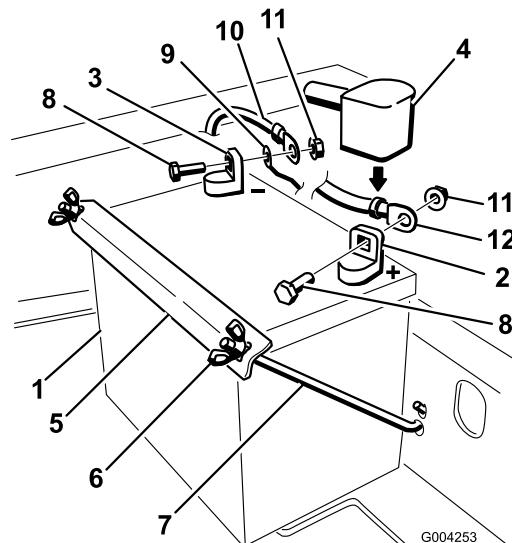

Bild 38
4. Klemmen Sie zunächst das Minuskabel und den Erdungsdrat vom Minuspol (-) der Batterie ab (Bild 38).
5. Ziehen Sie die rote Polkappe vom (roten) Pluspol der Batterie ab. Ziehen Sie dann das positive (rote) Batteriekabel ab (Bild 38).
6. Nehmen Sie beide Flügelmuttern ab (1/4 Zoll), mit denen die Batterieklemme befestigt ist (Bild 38).
1. Setzen Sie die Batterie in das Batteriefach ein, die Pole sollten zum Motor zeigen (Bild 38).
- Befestigen Sie die Kabel mit zwei Schrauben (1/4 x 3/4 Zoll), 2 Scheiben (1/4 Zoll) und 2 Sicherungsmuttern (1/4 Zoll) (Bild 38).
- Befestigen Sie die Batterie mit J-Schrauben, einer Befestigungsklemme und 2 Scheiben (1/4 Zoll) und 2 Flügelmuttern (1/4 Zoll) (Bild 38).